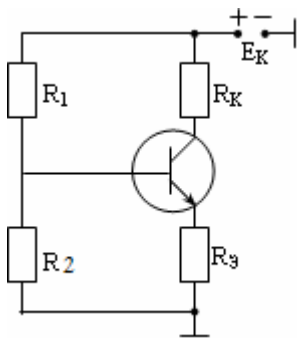
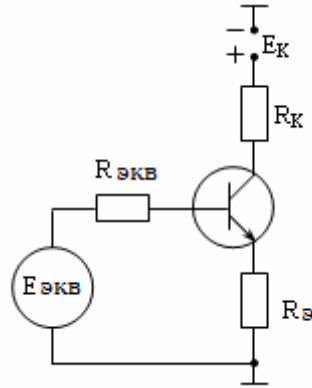

Рис. 1
Рис. 2
5.1. В соответствие с таблицей 2 произвести расчет соответствующих параметров усилителя (рис.1).
Преобразуем схему, представленную на рис. 1, в вид (рис. 2):